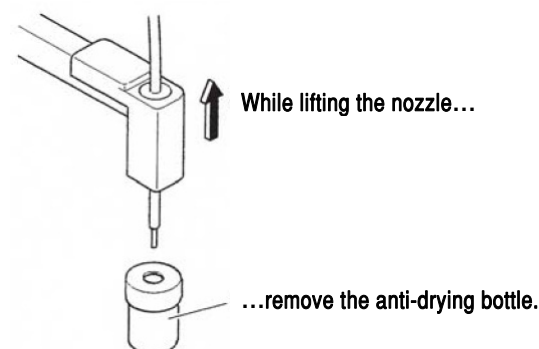

Figure 5-A
2. Retirez la bouteille anti-dessèchement en soulevant la buse de distribution (Figure 5-A).